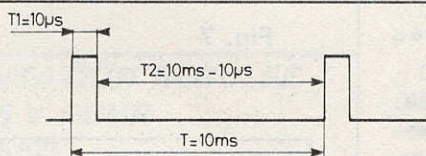
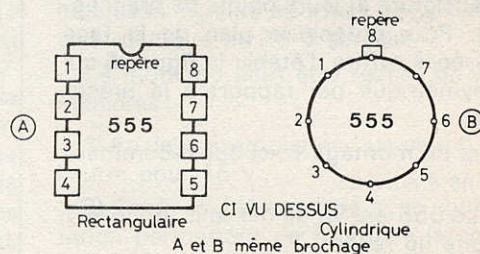

Fig. 2
Fig. 3
A la **figure 2** on donne la forme du signal au point 3 et à la **figure 3** le brochage du 555 vu de dessus.
3) Si le 555 est à boîtier cylindrique, les phases des figures précédentes restent valables. Il suffira de souder les fils aux points correspondants aux broches, le brochage étant le même (voir aussi la figure 3).